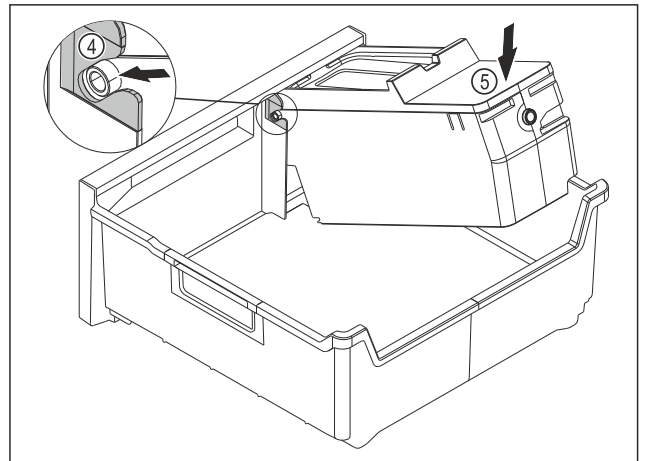

Fig. 134
- ▶ Montar el cuerpo del EasyTwist-Ice: Introducir los ejes del cuerpo del EasyTwist-Ice en las guías Fig. 134 (4).
- ▶ Presionar el cuerpo del EasyTwist-Ice Fig. 134 (5) hacia abajo por detrás.